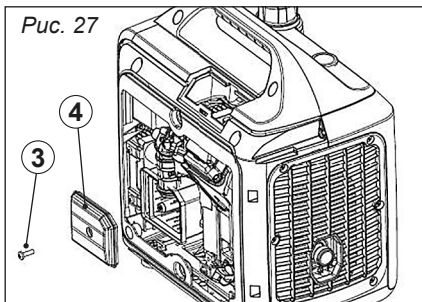

Рис. 27
2. Выверните винт (3), а затем снимите крышку корпуса воздушного фильтра (4), *рис. 27, 28*.
8. Установите крышку (2) и затяните винты (1), *рис. 27*.